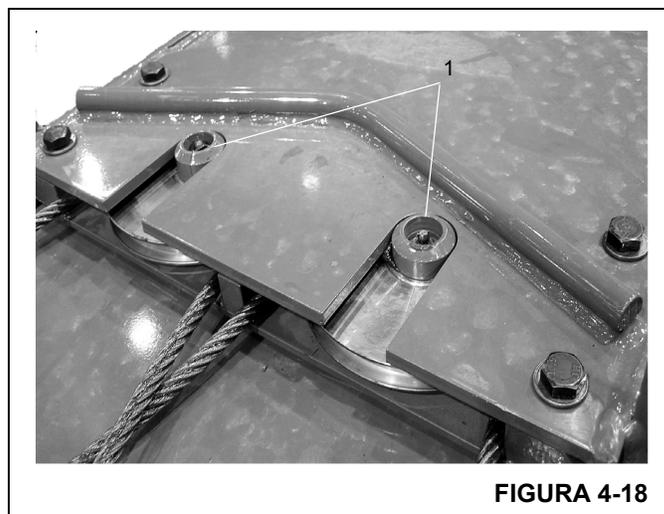

FIGURA 4-18
3. Na parte frontal superior da seção intermediária interna, remova os quatro parafusos e arruelas que prendem o conjunto de polias dos cabos de sincronização (Figura 4-18, 1). Estenda o conjunto com os cabos na parte superior da seção intermediária externa.